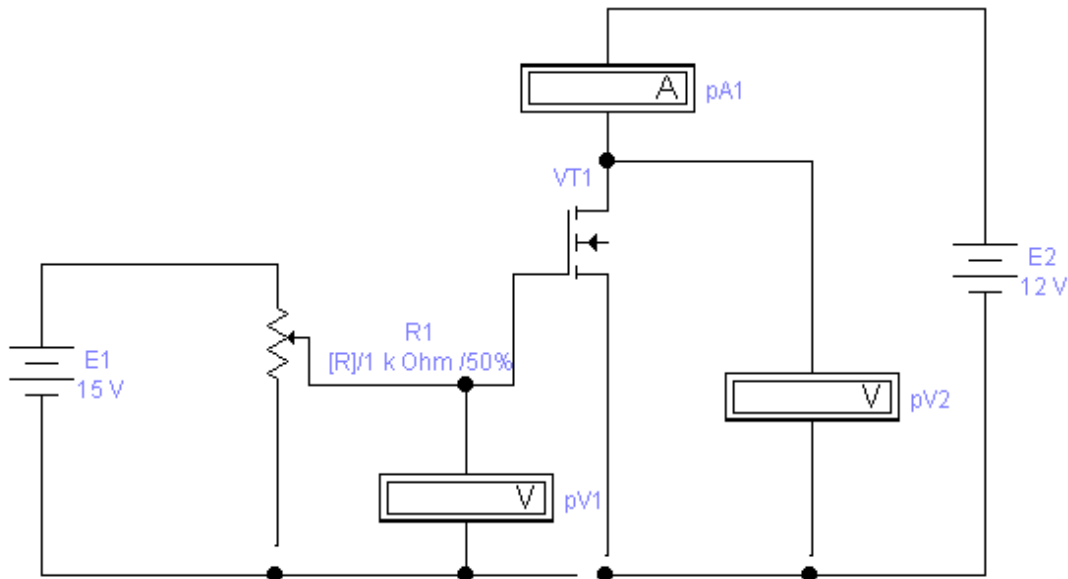

Рисунок 6.4 - Схема для зняття вольт-амперних характеристик польового транзистора з індукованим каналом
- Набрати схему для зняття вольт-амперної характеристики польового транзистора з індукованим каналом (рис. 6.4).